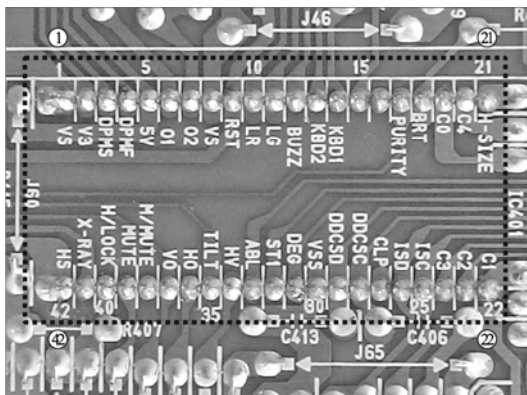

图 4-29 微处理器 MC68HC088D24 的背面引脚焊点图
此外,在电路板的背部也可以根据标示进行引脚的辨别,如图 4-29 所示。从如图 4-29 所示中可以很容易辨别出各引脚号,并标示①、⑤、⑩、⑮、⑲、⑲、⑲、⑳、⑳、④②脚的引脚号,大大方便了我们的测量。